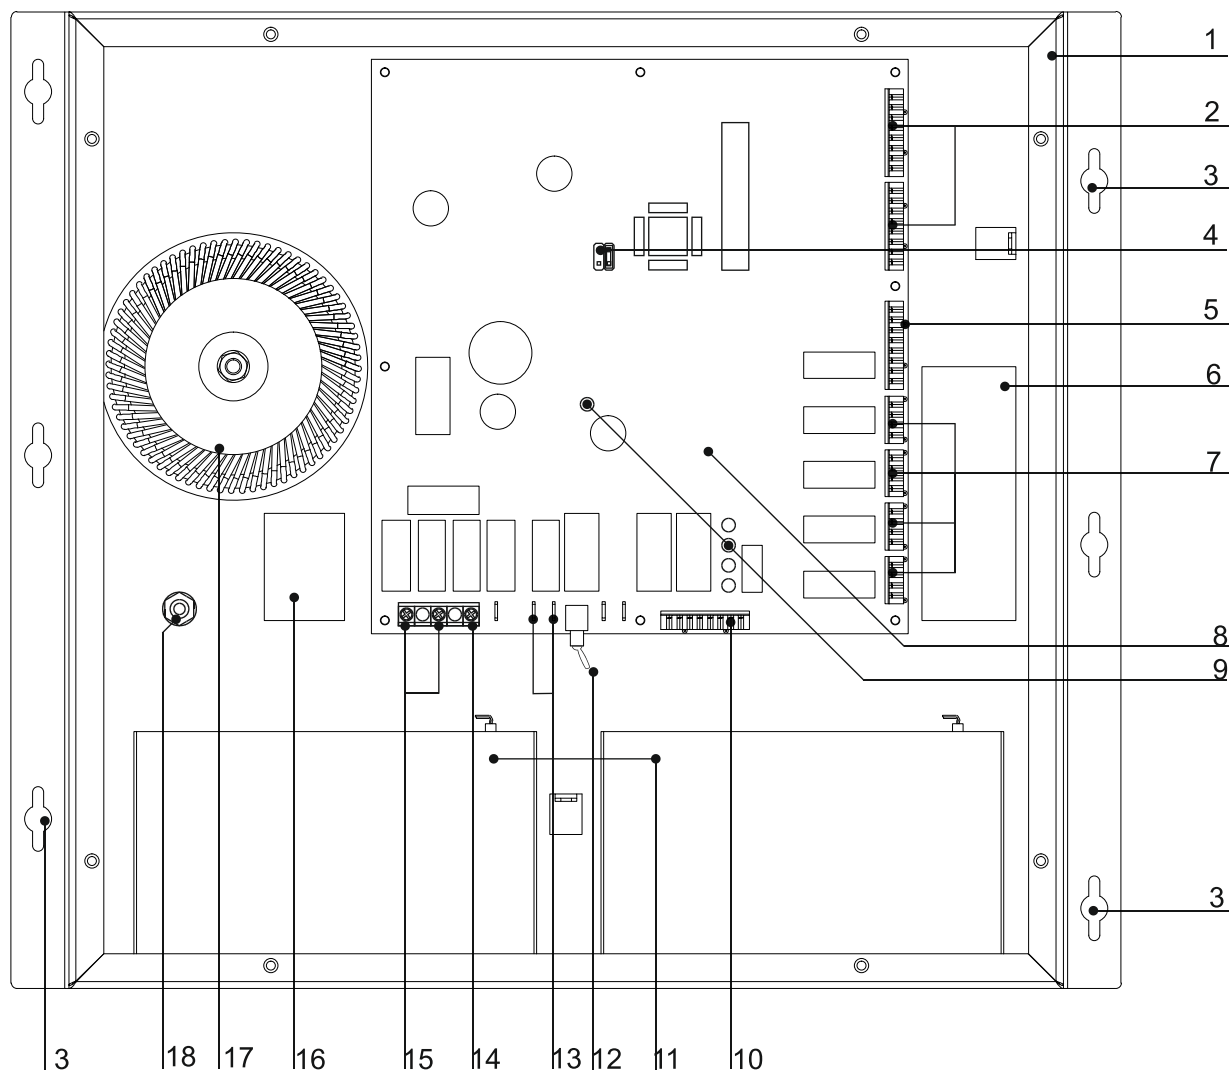

Рис. 1. Вид на ЛБС со снятой крышкой.
Блок имеет 7 портов различного назначения с интерфейсами RS485. Порты RS485, предназначенные для связи с другими ЛБС (рис. 1 поз. 2) имеют изоляторы линии связи, поскольку питание разных ЛБС в системе может выполняться от различных сетей 230 В.
Внимание! Все локальные блоки связи Тромбон СОРС-ЛБС должны быть подключены к контуру заземления здания. Для заземления ЛБС предусмотрен специальная клемма на шасси блока. рис. 1 поз. 18.
2). Снимите крышку Блока. Протяните кабели питания и линии связи через специальные отверстия в задней стенке Блока (рис. 1, поз. 6 и 16). Установите Блок на стену.
4). Подключите питание 230 В. Напряжение питания к клеммам 15 рис. 1, заземление к клемме 14. **ВНИМАНИЕ!** напряжение питания на Блок должно подаваться через отдельный автомат защиты!
5). Подключите к разъему рис. 1, поз. 2 линии связи с другими ЛБС системы. Схема подключения указана в приложении 2. Рекомендации по выбору типов кабелей приведены в Приложении 7.
7). Линии связи с абонентскими устройствами подключите к разъемам поз. 7, рис. 1. (схема в приложении 4).
8). К разъему рис. 1, поз. 10 подключите, по необходимости, две линии для удаленного контроля состояний «Пуск» и «Неисправность». Внимание! У приборов с датой выпуска с августа 2024 г., а также у обновлений прошивки начиная с версии 1_06 и выше изменена работа реле «Неисправность». При отсутствии неисправностей реле на выходе «неисправность» включено. При наличии неисправностей или обесточенном блоке реле выключено, что соответствует наличию сигнала «Неисправность». Назначение контактов разъема в Приложении 5.
9). Проконтролируйте, что выключатель питания находится в положении выключено, как указано на рис. 1, поз. 12. Подключите к клеммам рис. 1, поз. 13 две аккумуляторные батареи напряжением 12 В и емкостью 7 или 9 А*Ч каждая. Батареи подключаются параллельно.
11). Переведите переключатель питания поз. 12 в положение включено. Проконтролируйте правильность свечения индикаторов рис. 1, поз. 9:
- Индикатор питания 230 В «Сеть» (верхний в линейке из 4 индикаторов рис. 1 поз. 9) - горит;